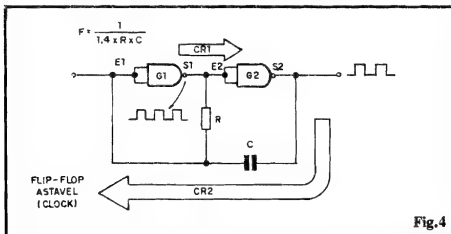
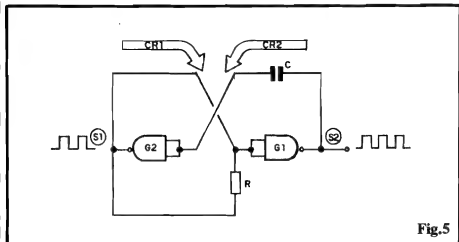

Fig.4
Fig. 5
### - FIG. 4 - FLIP-FLOP ASTÁVEL (CLOCK) COM GATES C.MOS
- FIG. 5 - CONFIRMANDO A ESTRUTURA SIMÉTRICA DO ASTÁVEL COM GATES C.MOS - Para ficar mais fácil perceber a semelhança estrutural do circuito da fig. 1 com o da fig. 4, desenhamos este último de outra maneira (mas mantendo as conexões elétricas rigorosamente como estão na fig. 4). Observem, então, a **simetria** da "gançorra" elétrica, Entradas, Saídas, percursos de realimentação, etc. É mais comum, nos "esquemas", vermos o ASTÁVEL com **gates** desenhado nos moldes da fig. 4, porém o Leitor/"Aluno" deve sempre reconhecer nele, a estrutura simétrica mostrada na fig. 5...